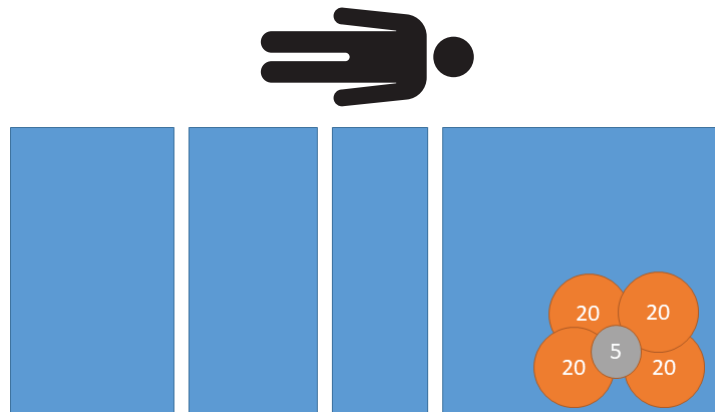

Figura 13 – Test di eccentricità - 85 kg sul lato sinistro della testata
1. Utilizzando pesi calibrati, posizionare 85 kg sul lato sinistro della testata del prodotto (Figura 13).